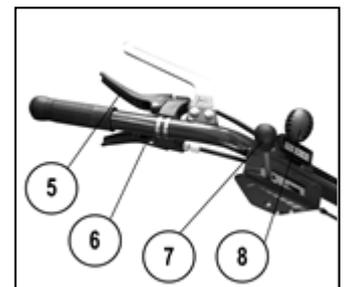

Figure 7-6 : Guidon côté gauche
- Le levier n.7 (Figure 7-6) ne doit pas être en position neutre ou en butée vers l'arrière.
F. **Une fois engagé le levier d'avancement avec le levier 7 (Figure 7-6) en position stop, la machine bouge :**